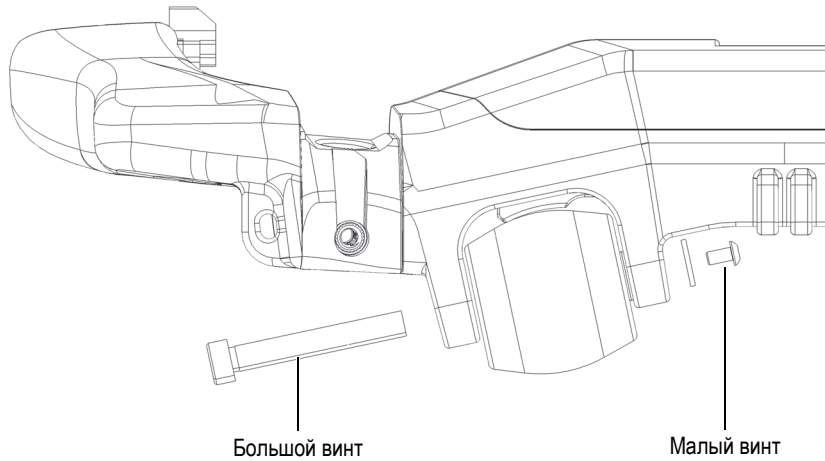

Рис. 5-1 Извлечение винта
1. С помощью шестигранного ключа извлеките малые винты, удерживая большой винт другим шестигранным ключом (Рис. 5-1 на стр 77).